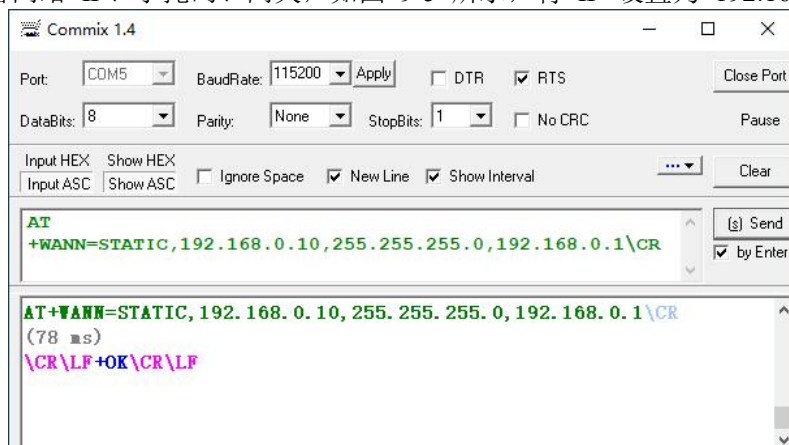

图 9-5 设备网络参数设置界面
3) 设置设备网络 IP、子掩码、网关，如图 9-5 所示，将 IP 设置为 192.168.0.10；